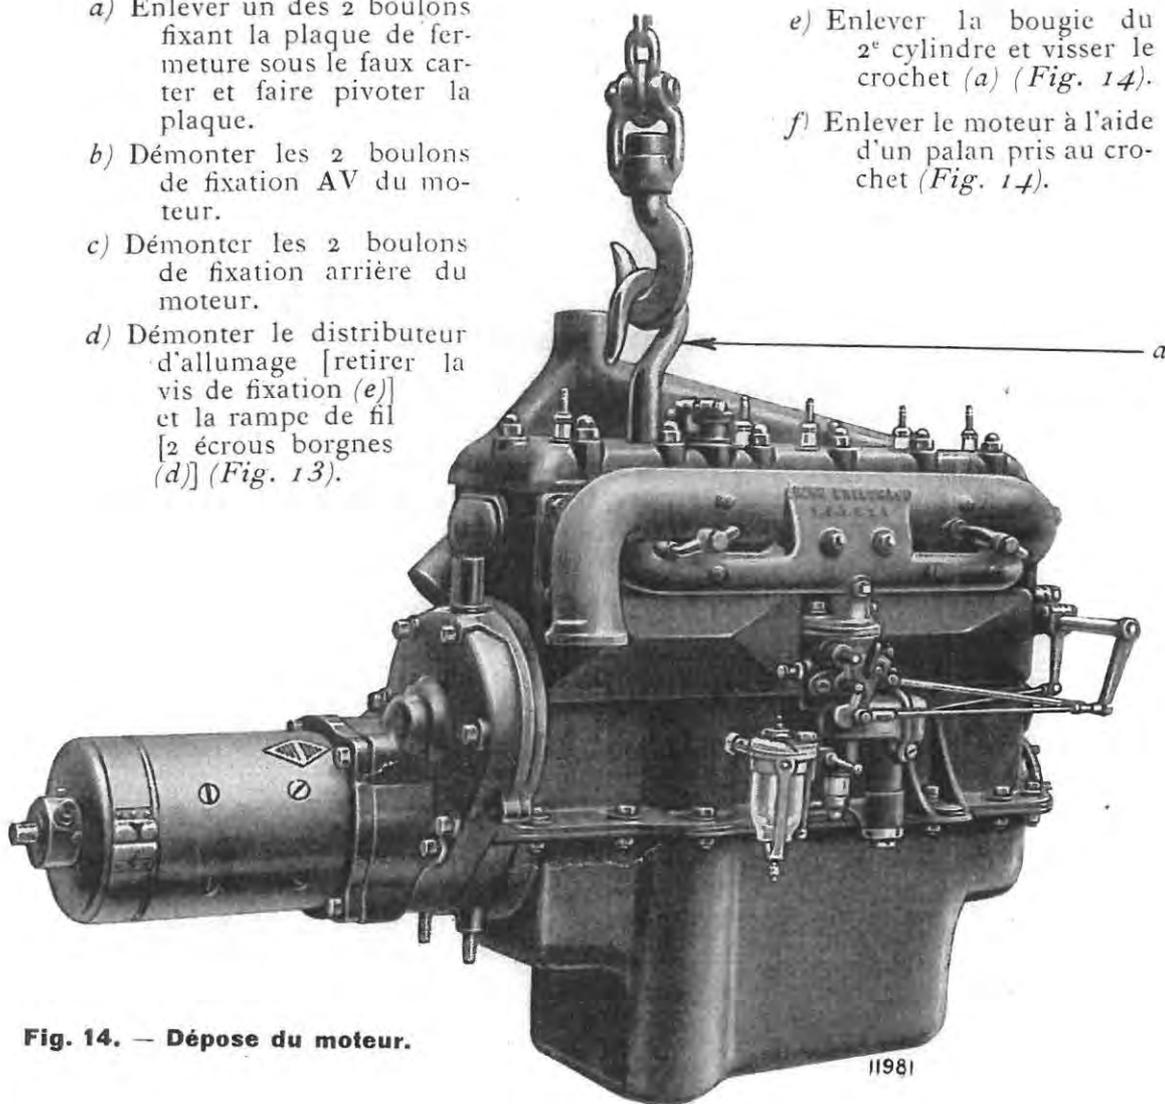

Fig. 14. — Dépose du moteur.
- e) Enlever la bougie du 2^e cylindre et visser le crochet (a) (Fig. 14).
- f) Enlever le moteur à l'aide d'un palan pris au crochet (Fig. 14).